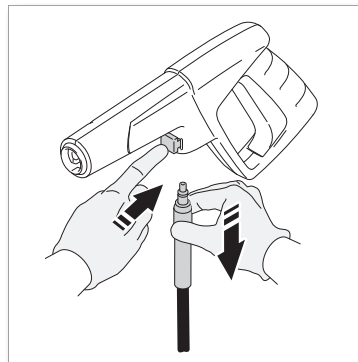

Fig. 6
- Pour libérer le tuyau du pistolet de pulvérisation, appuyez sur le bouton en dessous du pistolet vers le garde. Le tuyau se glissera hors de la connexion **(Fig. 6).**